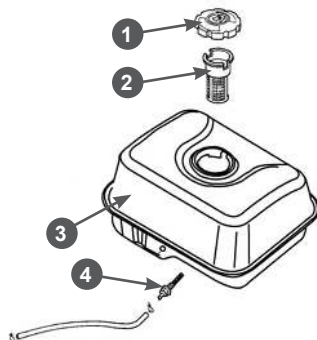
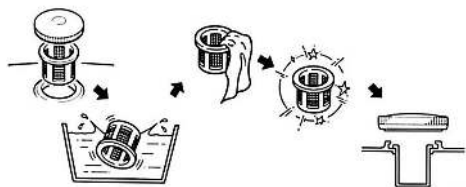

Рис. 23 Топливный бак и топливные фильтры
Рис. 24 Обслуживание сетчатого фильтра в горловине топливного бака
В топливном баке установлены два сетчатых топливных фильтра. Один фильтр устанавливается в заливной горловине топливного бака. Второй фильтр конструктивно объединен со штуцером топливного бака и установлен внутри бака (Рис. 23).
Топливный фильтр 2, установленный в горловине бака, проверяйте при каждой заправке бака топливом (Рис. 23). При необходимости вынимайте сетчатый фильтр из бака и производите его очистку (Рис. 24). Регулярно проверяйте целостность сетчатого фильтра, при обнаружении механических повреждений замените сетчатый фильтр.
Каждые 300 часов работы или один раз в год в зависимости от того, что наступит раньше, необходимо производить очистку топливного бака от грязи и конденсата. Перед этим рекомендуется полностью выработать топливо. Одновременно с очисткой топливного бака необходимо проверять и очищать фильтр 4, установленный внутри бака (Рис. 23). Поврежденный или сильно загрязненный фильтр необходимо заменить.
3. Выкрутите из топливного бака выходной штуцер 4 и произведите его очистку (Рис. 23). Внимательно осмотрите сетчатый фильтр. При обнаружении механических повреждений замените штуцер топливного бака.